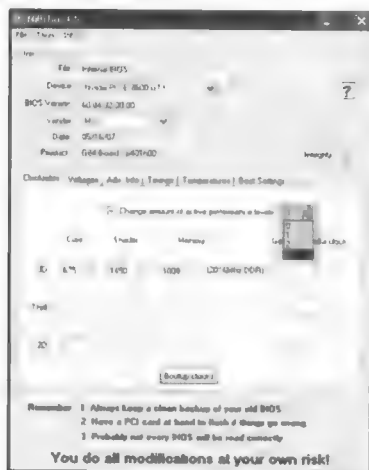

рис.7
6.1 Найдите опцию «Change amount» и установите ее на уровень 3. (рис.7)